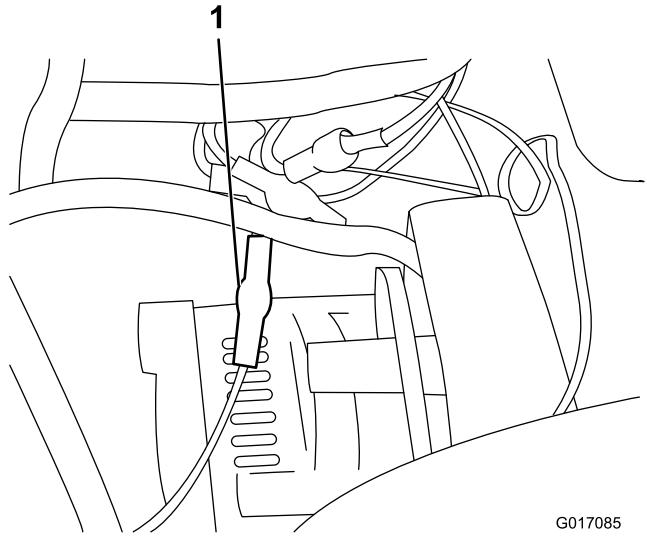

Bild 7
9. Schließen Sie das Kabel an einem unbelegten Terminal am Sicherungsblock an (Bild 7).